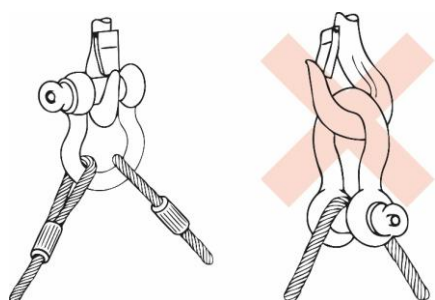

Figure 4
- Évitez les applications où la charge est instable (voir Figure 4).